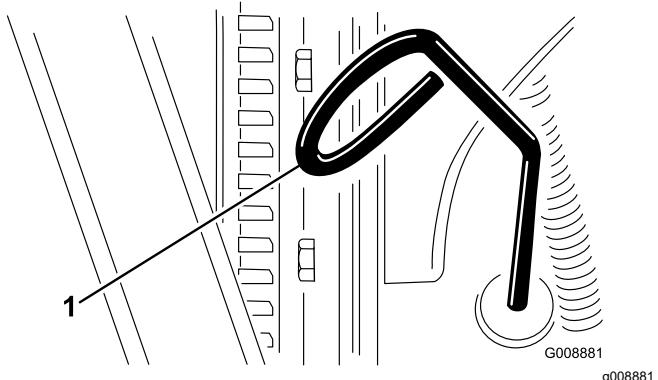

Figure 59
2. Retirez la jauge (Figure 59) et essuyez-la sur un chiffon propre.